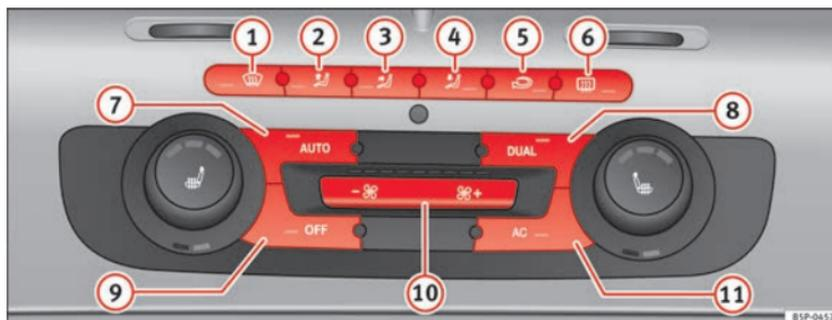

Fig. 129 Comandos do 2C-Climatronic no painel de instrumentos
- Rode os manípulos de regulação da temperatura ⇒ Fig. 129 para ajustar a temperatura do lado esquerdo e direito, respectivamente.
- Premir o botão **AUTO** ⇒ Fig. 129. Aparece „AUTO High“ no visor do rádio (velocidade do ventilador alta).
- Premir de novo o botão **AUTO** ⇒ Fig. 129. Aparece „AUTO Low“ no visor do rádio (velocidade do ventilador baixa).